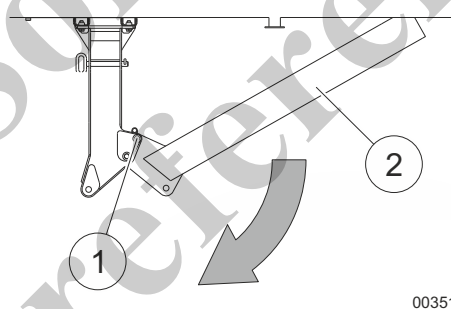

Fig. 145 Liberación y despliegue de la rampa
- 12 Libere el perno (1, Fig. 145) en la rampa. Despliegue la rampa (2, Fig. 145).